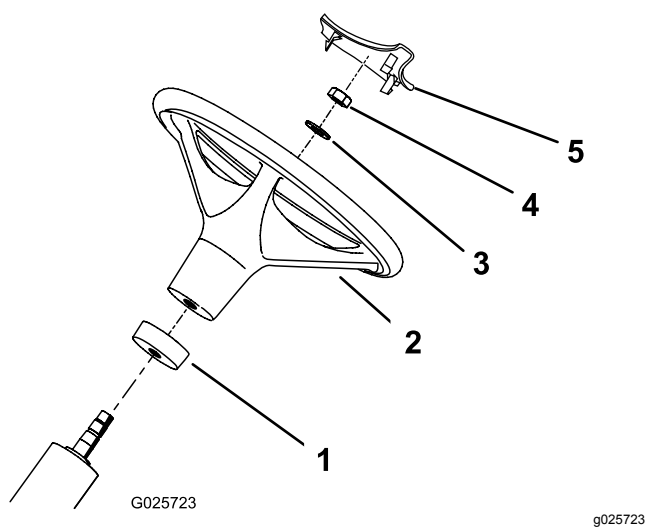

Рисунок 2
2. Наденьте кольцо из пеноматериала на рулевой вал концом меньшего диаметра вниз (Рисунок 2).
3. Наденьте рулевое колесо на рулевой вал (Рисунок 2).
4. Закрепите рулевое колесо на рулевом валу с помощью шайбы и стопорной гайки (Рисунок 2).
6. Вдавите крышку рулевого колеса на штатное место на рулевом колесе (Рисунок 2).